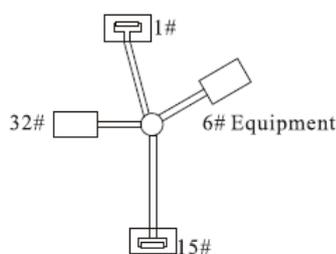
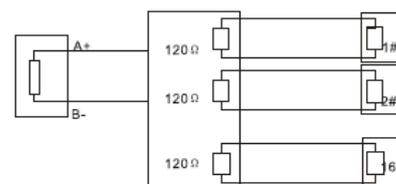

Figure 3
Figure 4
- Anschluss des 120 Ohm Endwiderstands: Siehe Anschluss für Einzelsystem. Unter bestimmten Voraussetzungen wird beim tatsächlichen Anschluss eine Sternschaltung verwendet. Der Endwiderstand muss an die beiden Geräte angeschlossen werden, die am weitesten voneinander entfernt sind, also z.B. Geräte Nr. 1 und Nr. 15 in Abbildung 3. Die Sternschaltung entspricht allerdings nicht den Erfordernissen der RS485 Standards. Dadurch können Probleme, wie z.B. Signalreflexionen oder geringere Anti-Interferenzleistung verursacht werden, wenn die Verbindungen über sehr lange Kabel erfolgen. Die Zuverlässigkeit der Steuerungssignale reduziert sich und es kann vorkommen, dass die Kamera gar nicht auf die Steuerung reagiert oder nur sporadisch reagiert oder der Betrieb der Kamera nicht beendet werden kann. (siehe Abbildung 4)